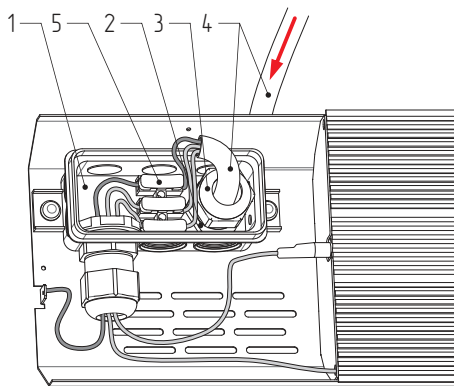

Рисунок 8.
7.4.2. Открутить полукруглую гайку гермоввода, пропустить разделанный питающий кабель в гермоввод (см. рис. 8).